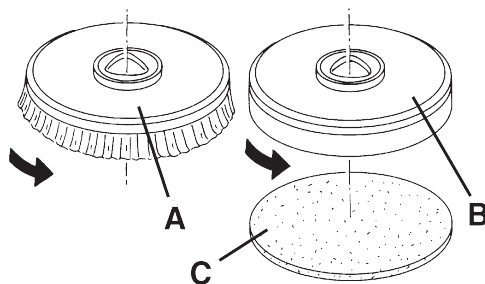

Abbildung 2
1. An das Gerät kann sowohl die Bürste (A, Abb. 2) als auch der Padhalter (B) mit Pad (C) montiert werden, je nach auszuführender Bodenbehandlung.
2. Den Zündschlüssel (80) einstecken und auf „I“ stellen.
3. Falls vorhanden, den Geschwindigkeitsregler (84) aufs Minimum bringen durch ihn gegen den Uhrzeigersinn zu drehen.
4. Die Bürste (A) oder der Padhalter (B) unter dem Kopf (18) stellen.
5. Den Kopf mit dem Pedal (11) auf die Bürste absenken.
6. Den Zündschlüssel (80) auf „I“ stellen.
7. Die Taste One Touch (71) drücken.
8. Die Tasten (83) drücken, um die Bürste anzukuppeln, dann loslassen. Falls erforderlich wiederholen, bis die Bürste angekuppelt ist.